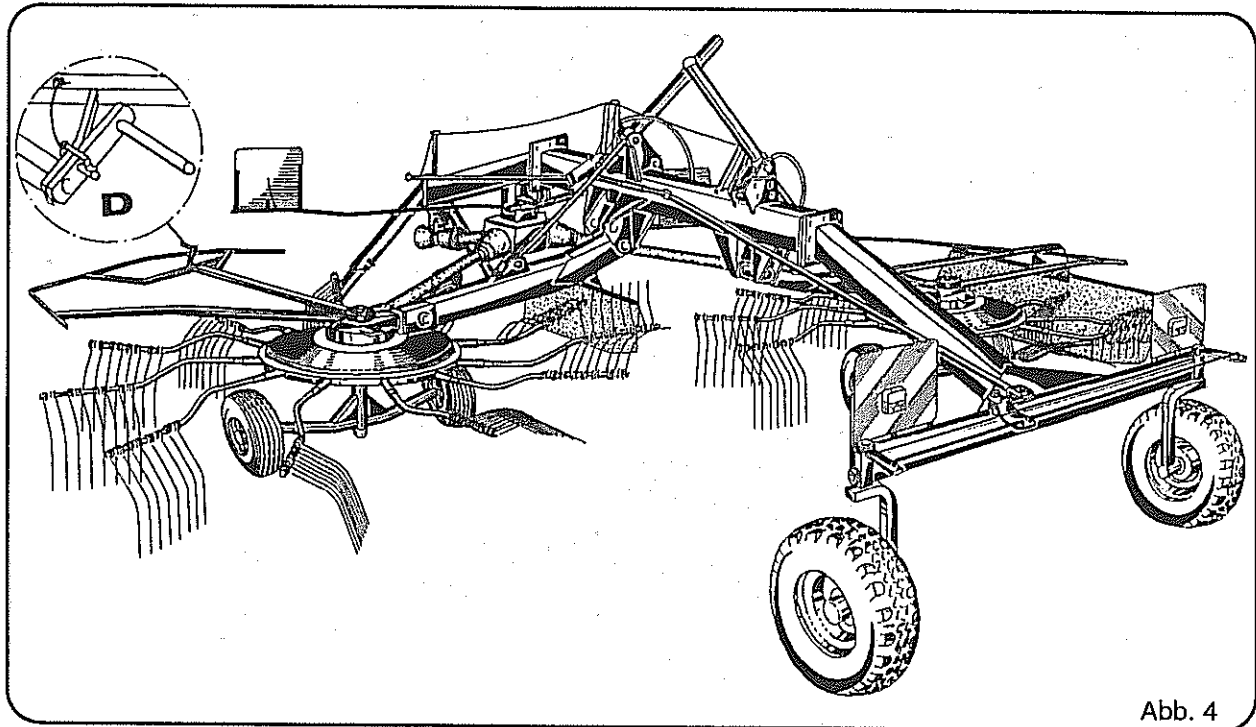

Abb. 4
1. Schutzvorrichtung mit Handkurbeln für Höhenverstellung der Kreisel und der mittlere Schutzbügel müssen angebracht sein (siehe Abb. 4). Handkurbel links wie rechts mit Rohrklappstecker sichern (Abb. 4, Pos. D).
Die Schutzvorrichtungen mit den Handkurbeln zur Höhenverstellung der Kreisel und der vordere Schutzbügel werden nach Abb. 4, siehe Seite 9, montiert.